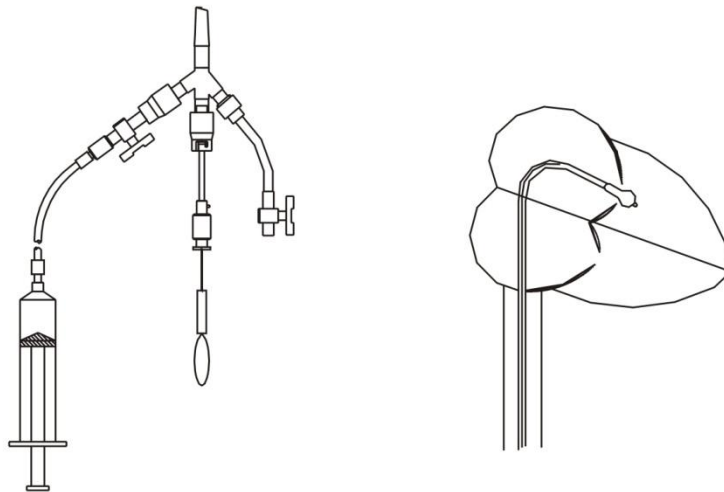

图 24
**注意：**回撤时注意力量不可过大或过轻，避免到位不良，影响效果。（图 24）